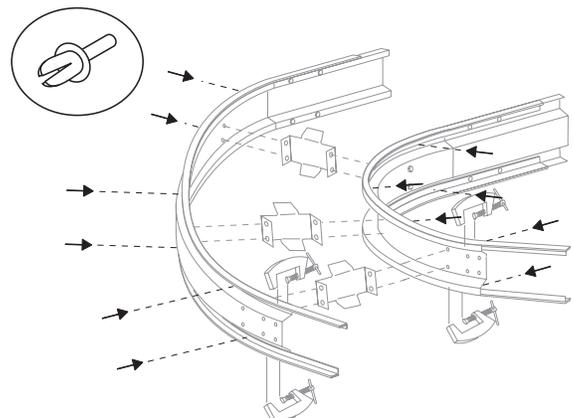

Abbildung 10
Die Enden der angrenzenden Verschleissstreifen sollten in 60° Winkel gekürzt werden, wie bei *Abbildung 10* geschildert. Dieser Winkel und die Richtung, in der die Winkel geschnitten werden (unten behandelt), ermöglicht es der Kette, reibungslos über die Verschleissstreifen-Verbindungsstelle zu laufen.
6. Eine einzige Verschleissstreifen-Niete muss in jedem Loch durch die Kurve angebracht werden. Bohren Sie die notwendigen Löcher (13/64" [5.5mm] Bohrkronen) im Verschleissstreifen und bringen Sie die Verschleissstreifen-Nieten an. Siehe *Abbildung 10*. Entfernen Sie die Spannvorrichtungen nachdem alle Nieten angebracht wurden.